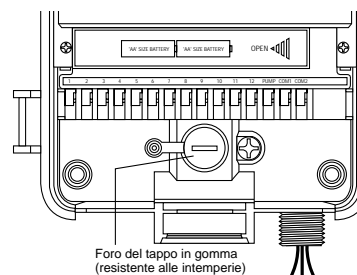

FIGURA 5: Vano cablaggi della scatola del programmatore
- Togliere il tappo in gomma resistente alle intemperie dal foro per la vite ed infilare una vite No. 8 nel foro della scatola del programmatore [vedere Figura 5].
- Stringere la vite in modo da bloccare saldamente la scatola del programmatore contro la parete, quindi rimettere il tappo in gomma resistente alle intemperie nell'apposito foro [vedere Figura 5].